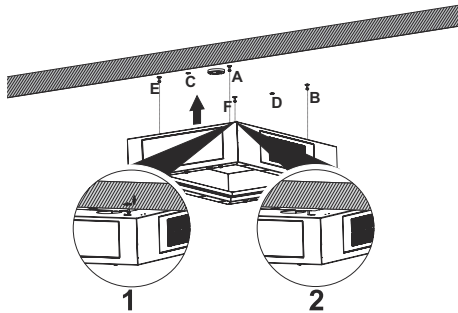

Abb. 7
- 3.** Die Motorbox an die Schrauben der Punkte A,B,E,F in die Langlöcher einhängen (Abb. 7/1 und in der Pfeilrichtung (Abb. 7/1 drücken).
Stellen Sie sicher, dass die Motorbox an den Langlöcher sitzt.(Abb. 7/2)